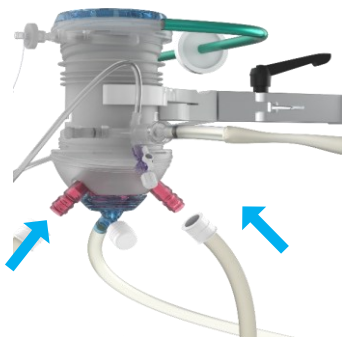

Abbildung 12 Anschluss des Thermoschlauchsystems an den Oxygenator
- Schließen Sie das Thermoschlauchsystem mithilfe der Wasseranschlüsse (Abbildung 6, Ziffer 25) an den Oxygenator (Abbildung 12) an. Der Oxygenator verfügt über zwei Thermoschlauchanschlüsse, und jeder Anschluss kann als Ein- oder Auslass verwendet werden. Stellen Sie sicher, dass ein Schlauch an den Thermoeinlass und einer an den Thermoauslass angeschlossen ist (Abbildung 6).